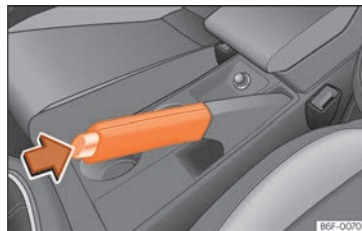

Fig. 218 Freno de mano entre los asientos delanteros.
- Tire con fuerza de la palanca del freno de mano hacia arriba » **fig. 218**.
- Tire ligeramente de la palanca hacia arriba, presione el botón de desbloqueo en la dirección de la flecha » **fig. 218** y baje completamente la palanca » ⚠.